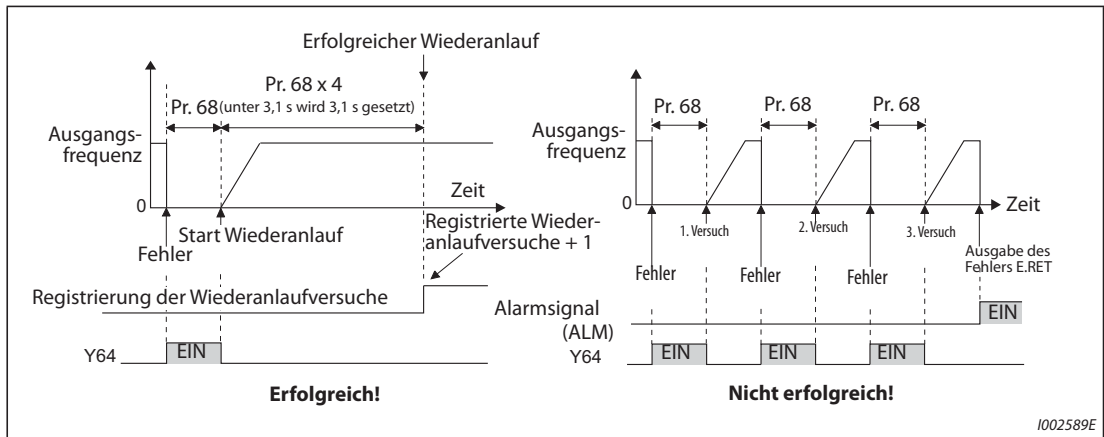

Abb. 5-57: Beispiel für einen erfolgreich und einen nicht erfolgreich ausgeführten Wiederanlauf
- Übersteigt die Anzahl der Wiederanlaufversuche den mit Parameter 67 eingestellten Wert, erfolgt die Ausgabe der Fehlermeldung „E.RET“ (siehe auch Abb. 5-57).